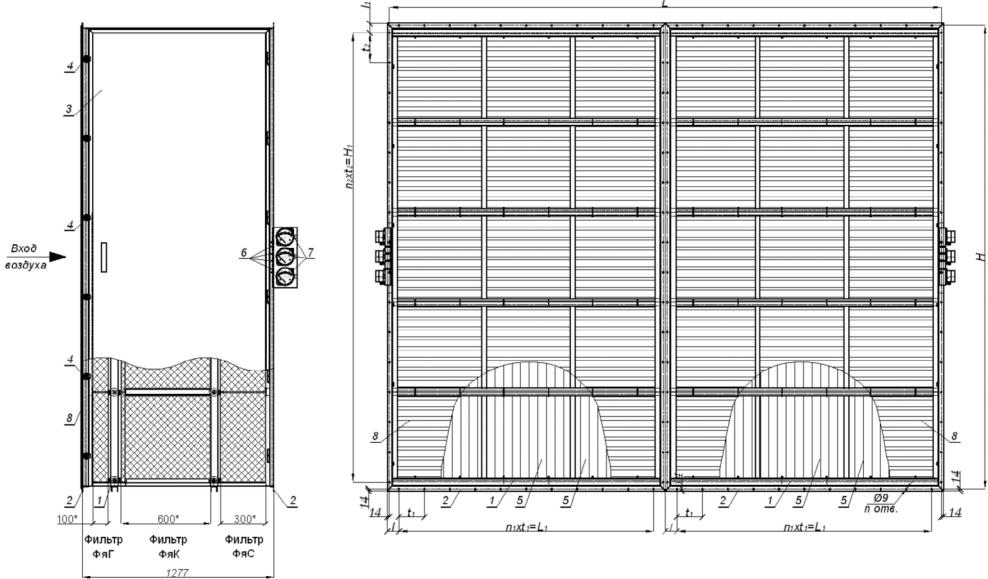

Рис. 2 Схема секции воздушных фильтров ССФ-Т3-2-2/6x5
На рис. 2 показана секция воздушных фильтров ССФ-Т3-2-2/6x5, состоящая из 2-х секций ССФ-Т3-2-2/3x5, соединяемых при монтаже. Обслуживание секции и замена фильтров осуществляется через двери, расположенные с двух сторон.
Секция воздушных фильтров ССФ-Т3-2-2/6х5 (рис. 2) оснащена 8 штуцерами (6), по четыре с каждой стороны, для контроля сопротивления в каждой половине секции (ССФ-Т...2/3х5) с помощью шести диффманометров. На практике достаточно вести контроль только в одной половине, т.к. при равномерном распределении воздуха на входе запыление фильтров (увеличение сопротивления) происходит равномерно в обеих половинах.